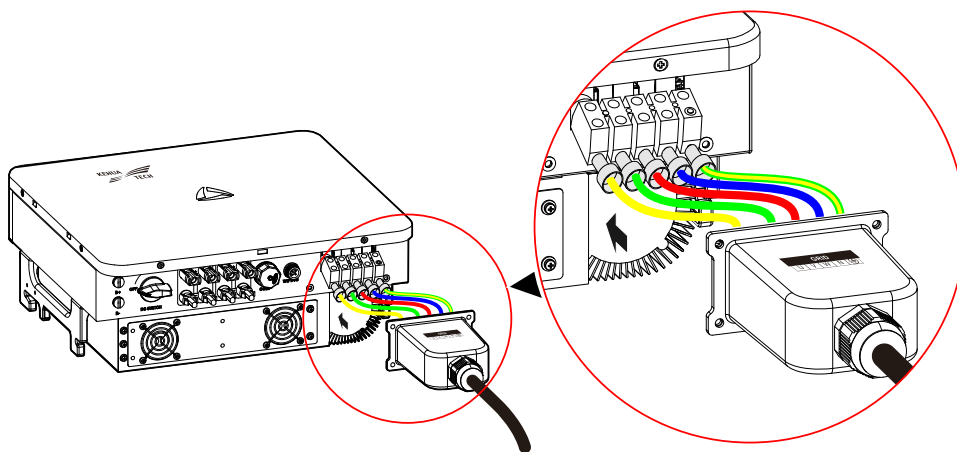

Figura 3-24 Conecte o fio de saída CA
- Etapa 2 Passe o cabo de saída CA pela tampa à prova d'água da saída CA, prenda-os aos terminais de tubo e depois ao terminal de fiação correspondente com uma chave de fenda, conforme mostrado na Figura 3-24.